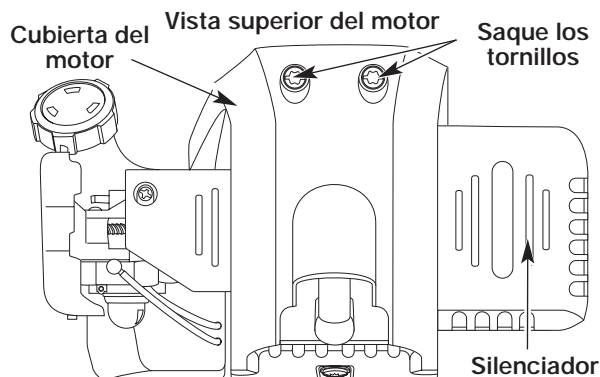

Fig. 63
2. Quite los dos (2) Tornillos de encima de la tapa del motor con un destornillador de pala o Torx #25 (Fig. 63).
6. Saque la cubierta del motor (Fig. 63).